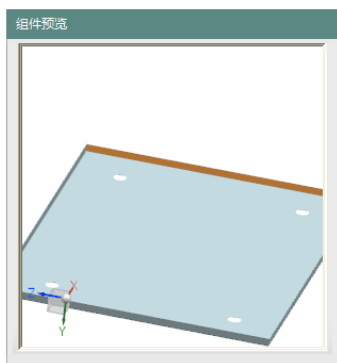
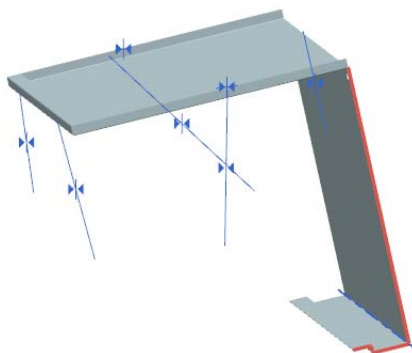

图 11-266 选择相配部件
图 11-267 选择基础部件
(3) 在视图区选择相配部件和基础部件，如图 11-266 和图 11-267 所示。单击 应用 按钮。